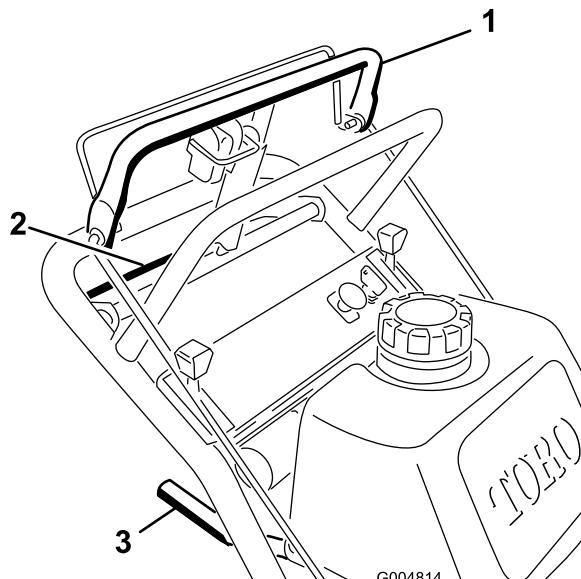
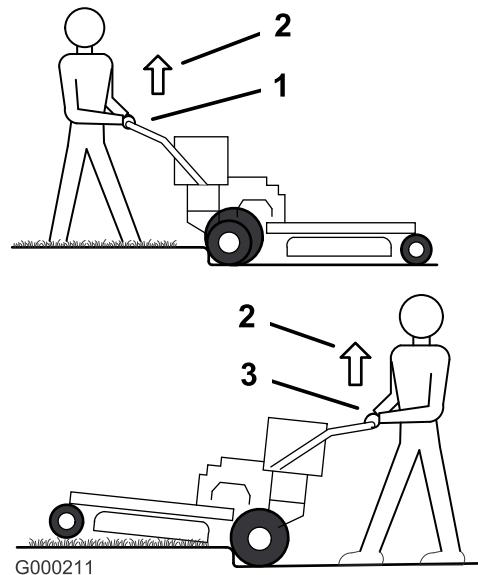

Figure 18
Figure 19
1. Pour vous déplacer en marche avant, sélectionnez une vitesse en marche avant (Figure 18).
3. Appuyez lentement sur la barre de commande supérieure pour avancer (Figure 18).
Pour vous déplacer en ligne droite, appliquez une pression égale aux deux extrémités de la barre de commande supérieure (Figure 18).
Pour tourner, relâchez la pression sur le côté de la barre de commande supérieure dans la direction que vous voulez prendre (Figure 18)
3. Rapprochez lentement la barre de commande inférieure de la partie inférieure du guidon pour vous déplacer en marche arrière (Figure 18).
3. Conduisez la machine jusqu'à ce que les roues pivotantes touchent la bordure (Figure 19).
4. Appuyez sur le guidon pour soulever l'avant de la machine (Figure 19).
5. Conduisez la machine jusqu'à ce que les roues motrices touchent la bordure (Figure 19).
6. Abaissez l'avant de la machine (Figure 19).
7. Engagez la barre de commande inférieure et soulevez la partie inférieure du guidon simultanément pour monter sur la bordure (Figure 18 et Figure 19).
3. Conduisez la machine jusqu'à ce que les roues motrices touchent la bordure (Figure 19).
4. Engagez la barre de commande inférieure et soulevez la partie inférieure du guidon simultanément (Figure 18 et Figure 19).